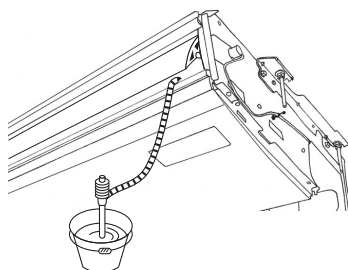

Fig. 5-3
1. Fäst rörmuffen (5) som medföljer enheten vid dräneringsöppningen på enheten med vinylkloridbaserat lim.
2. Fäst rörkåpan (6) som medföljer enheten på rörmuffen (5).
3. Fäst dräneringsröret (VP-20) vid rörmuffen (5) med vinylkloridbaserat lim.
4. Linda dräneringsrörsskyddet (7) som medföljer enheten (foglindning).
- (A) Dräneringstråg
- (B) Dräneringsrör
- (C) Rörkåpa (6)
- (D) Rörmuff (5)
- (E) Dräneringsrörsskydd (7)
- (F) Isättningslängd 37mm
5. Kontrollera efter korrekt dränering. (Fig. 5-3)